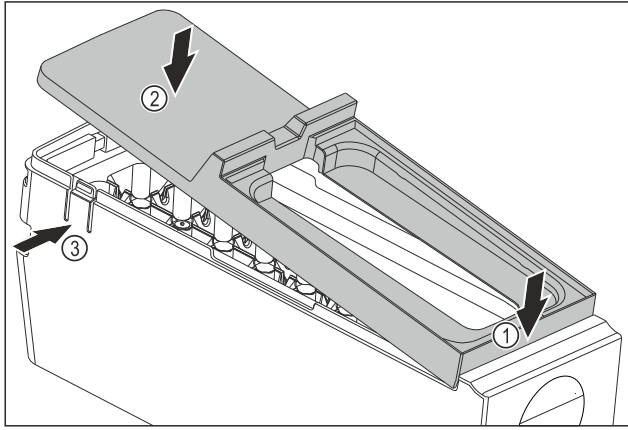

Fig. 109
- ▶ Встановіть кришку корпусу EasyTwist-Ice: Прикріпіть кришку спереду. Fig. 109 (1)
- ▶ Опустіть кришку ззаду. Fig. 109 (2)
- ▷ Кришка зі звуком фіксується в обох виступах Fig. 109 (3).